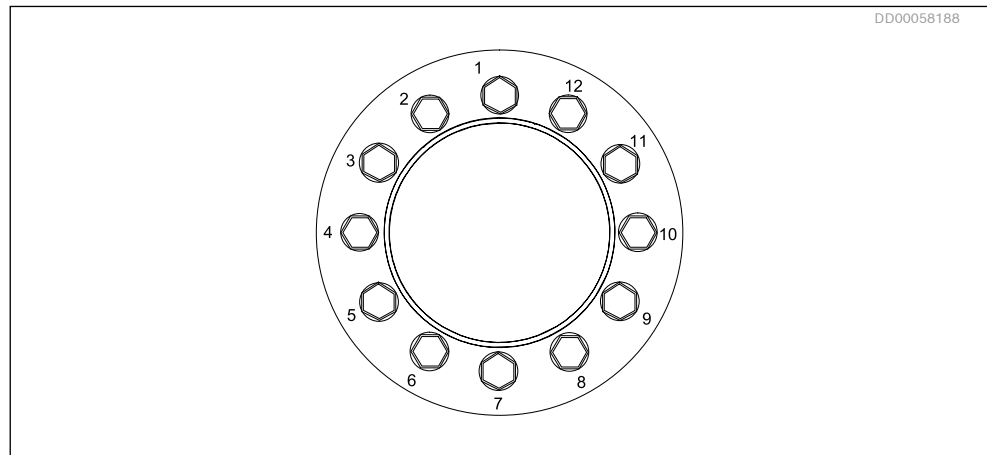

Fig. 39: Tiltrekkingsrekkefølge
5. Still momenttrekkeren på maks. 1/3 av angitt maksimum tiltrektingsmoment for koplingsskruene og trekk til alle boltene i rekkefølgen som vist på *Fig. 39*, i 2 eller 3 omganger. Øk tiltrektingsmomentet til maks. 2/3 av maksimalt tiltrektingsmoment og trekk til boltene i 2 eller 3 omganger til.
7. Begynn å trekke til skruene i rekkefølgen vist på *Fig. 39*.